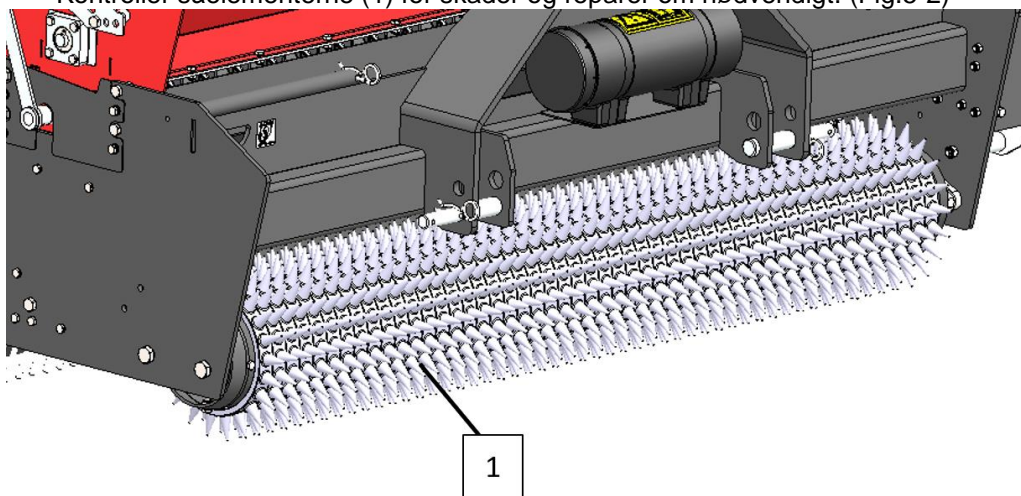

Fig.5-2
Kontroller såelementerne (1) for skader og reparer om nødvendigt. (Fig.5-2)